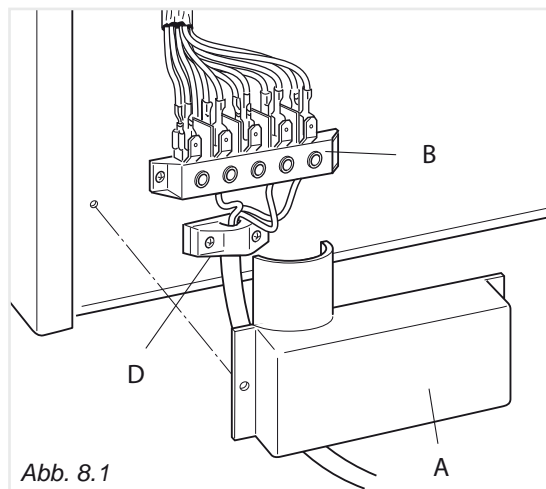

Abb. 8.1
- Die beiden Schrauben entfernen, mit denen die Abschirmung "A" hinter dem Herd befestigt ist (Abb. 8.1).
- Mit einem 5-poligen Endblock befestigen und die U-Schrauben gemäß Diagramm in den Abb. 8.2 – 8.3 am Endblock "B" (Abb. 8.1) anordnen.
- Phasen und Erdleiter gemäß Abb. 8.1 an das Endstück "B" anschließen.